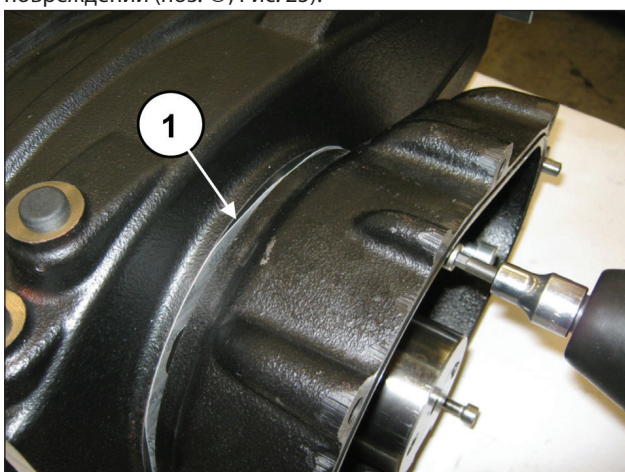

Рис. 24
Постепенно закручивайте 3 винта М8 (поз. ①, Рис. 24) для предупреждения слишком сильного наклона корпуса и его застопоривания в гнезде.